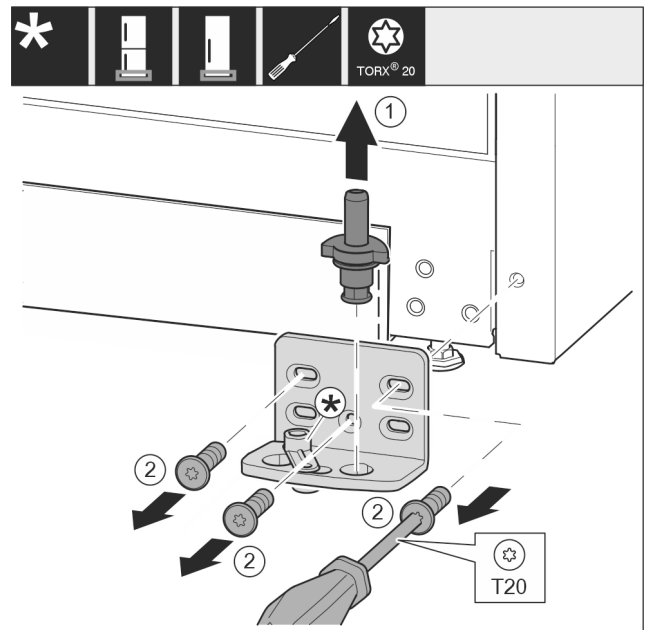

Fig. 10
- ▶ 将轴承螺栓完全向上拉出。 Fig. 10 (1)
- ▶ 用 T20 螺丝刀将螺钉旋出并取下托架。 Fig. 10 (2)